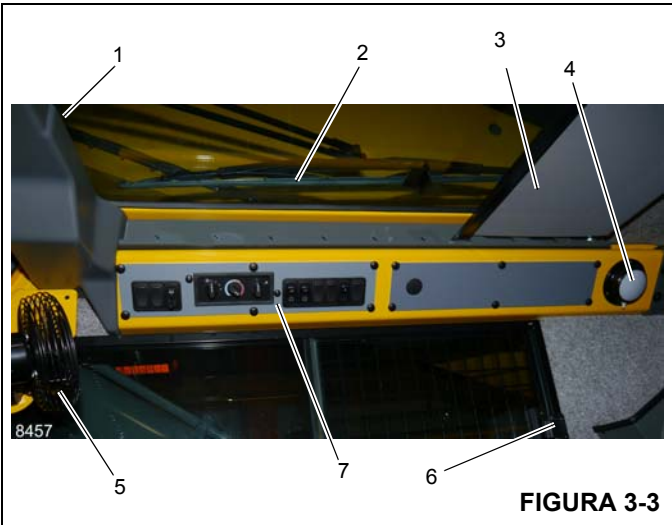

FIGURA 3-3
El pestillo de la ventana del techo (1) (Figura 3-3) se encuentra en la parte delantera de la ventana. Apriete el pestillo y deslice la ventana hacia atrás para abrirla. Para cerrar, deslice la ventana hacia adelante hasta que el pestillo se trabe.
El limpiacristal de la ventana del techo (2) (Figura 3-3) se controla por medio del interruptor del limpiacristal de la ventana del techo (4) (Figura 3-4), y su funcionamiento es controlado por el motor del limpiacristal.
La visera de la ventana del techo (3) (Figura 3-3) se utiliza para reducir la luz solar directa. La visera es autorretraíble y se puede utilizar para filtrar el ingreso de luz solar o se puede ajustar hacia atrás y trabarse en las muescas provistas.
La luz interior de techo (4) (Figura 3-3) se encuentra en la esquina trasera derecha de la consola superior de la cabina y provee iluminación a la cabina. La luz de techo interior se controla por medio de un interruptor ubicado en la lámpara misma.
El ventilador de circulación de la cabina (5) (Figura 3-3) se encuentra en el lado delantero izquierdo de la cabina, encima del marco de la ventana. Una unión giratoria permite girar el ventilador y en su base se encuentra el interruptor de control. El interruptor tiene las posiciones alta, baja y apagado.
La ventana del lado derecho de la cabina se puede abrir. Apriete el pestillo (6) (Figura 3-3) para soltar la traba y deslícela hacia adelante. Para cerrar, deslice la ventana hacia atrás hasta que el pestillo se trabe.